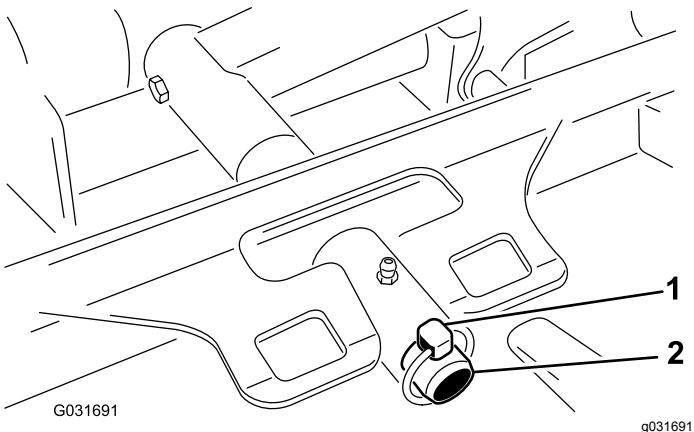

Figura 60
- Retire el pasador de seguridad que sujeta el bastidor de tiro de la carcasa a la barra de giro del brazo de elevación (Figura 60).
- Desplace el bastidor de tiro de la carcasa sobre la barra de giro del brazo de elevación y fíjelo con el pasador de seguridad (Figura 60).